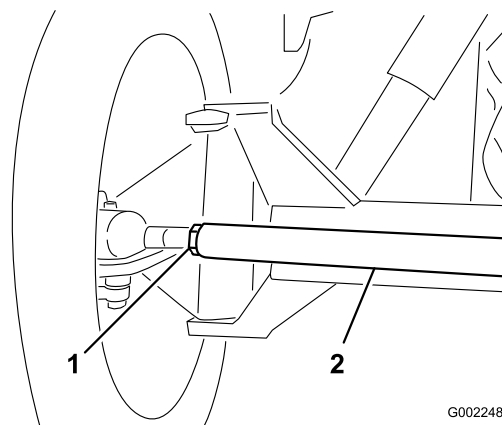

Рисунок 89
3. Если измеренное значение выходит за пределы заданного диапазона, ослабьте контргайки с обоих концов тяг (Рисунок 89).